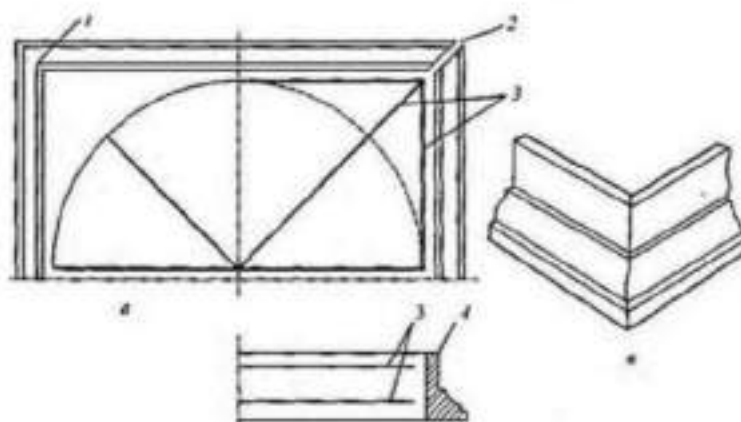

Рис. 5. Изготовление абаки дорической капители;
5). Склеивают гипсовые тяги гипсовым раствором. Для склеивания тяг вычерчивают на щите план детали (рис. 5, а). Поверхность, на которой будут склеивать детали, покрывают смазкой. Склеиваемые куски тяг предварительно смачивают водой или покрывают шеллаковым лаком для уменьшения поглощения воды из гипсового раствора склеиваемыми поверхностями.